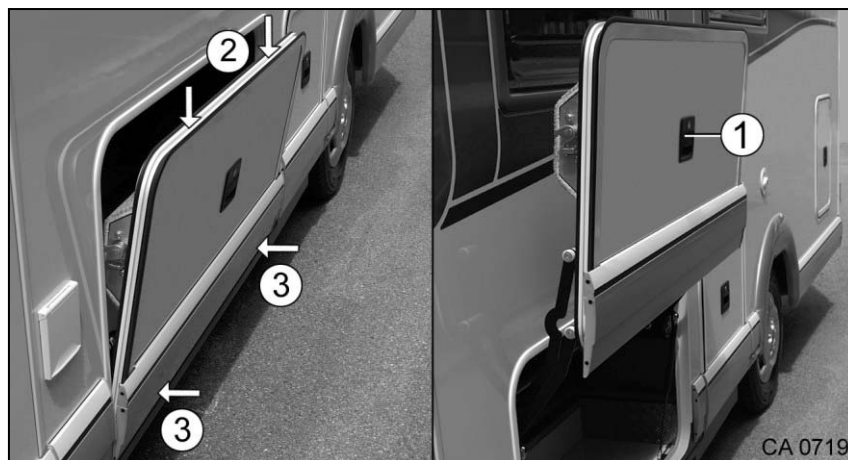

Fig. 66 Fermer/ouvrir les portes de soutes
2. Soulever la serrure (Fig. 66/1) avec la main et guider la porte de soute vers le haut.
1. Pousser la porte de soute vers le bas en la tenant au bord supérieur (Fig. 66/2).
2. Placer le bord inférieur (Fig. 66/3) de la porte de soute contre le véhicule.
3. Fermer complètement la porte de soute (Fig. 66/1) en poussant sur le verrou.